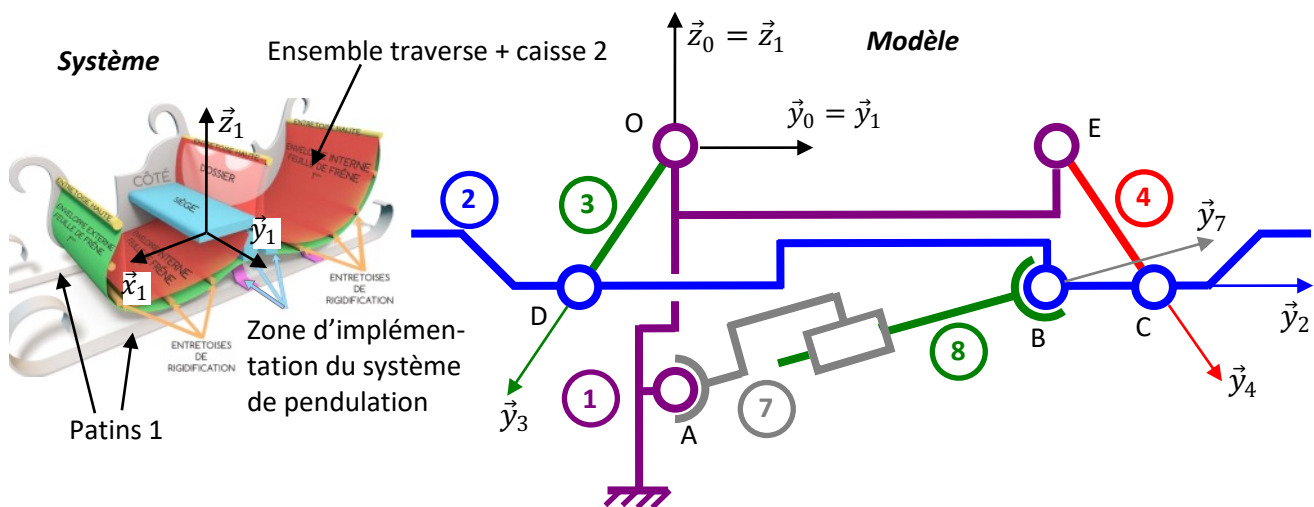

Figure 2 - Schéma cinématique du système de pendulation dans le plan $(O, \vec{y}_0, \vec{z}_0)$.
Pour cette étude, on se place dans un problème plan $(0, \vec{y}_0, \vec{z}_0)$ qui correspond à celui représenté sur le schéma cinématique 2D de la figure 2 et du document réponse DR1. Cette vue plane correspond à une vue transversale du traineau. Le solide 2 correspond à l'ensemble traverse + caisse du traineau et le solide 1 aux patins. L'ensemble 7 + 8 correspond au vérin électromécanique. On se place, pour cette étude, dans le cas où le traineau est encore à l'arrêt posé au sol, par conséquent les patins 1 seront considérés fixes par rapport au sol.
- Q2. Tracer le graphe des liaisons associé à la modélisation représentée par le schéma cinématique 2D de la figure 2.